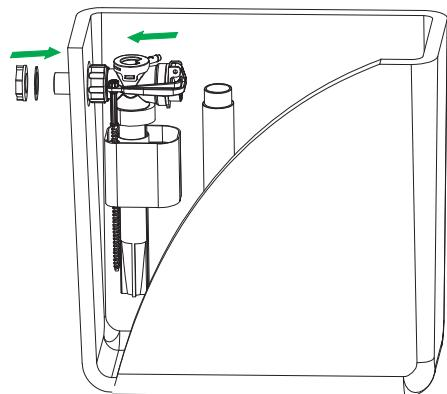

Рис. 3 / 3-сур.
- Закрепите арматуру в смывном бачке согласно рис. 3.